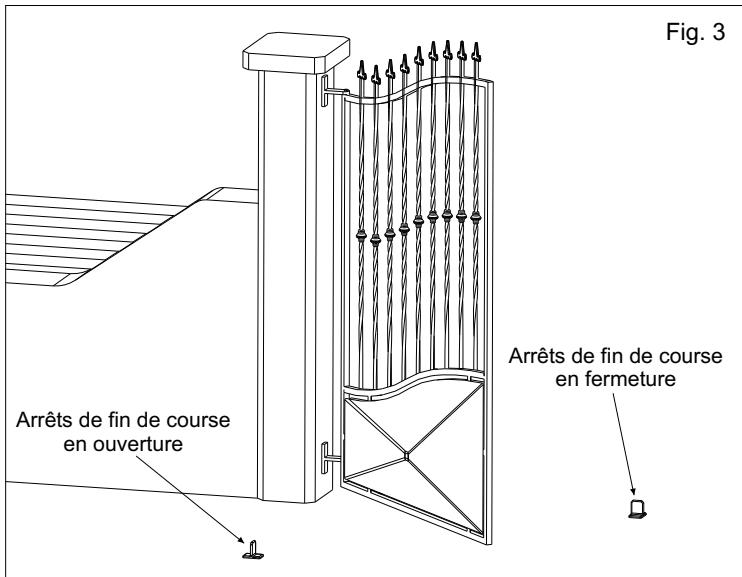

Fig. 3
- E. Dès qu'il n'y a pas des fins de course dans l'actuateur, il faut installer des arrêts mécaniques de fin de course sur le sol en fermeture et en ouverture (Fig.3).